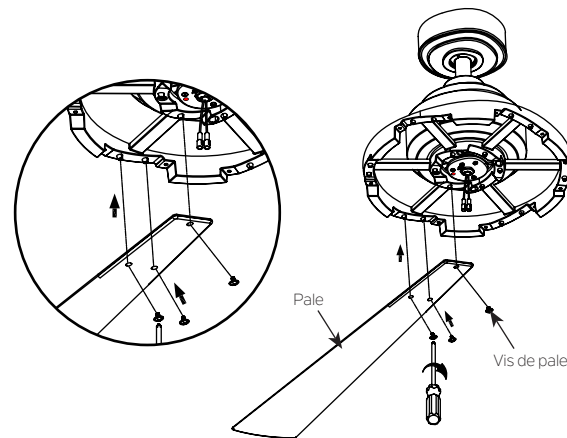

Fig. 18
Étape 1. Installez les 6 pales sur le moteur en utilisant les vis fournies, serrez-les bien. (Fig.18)